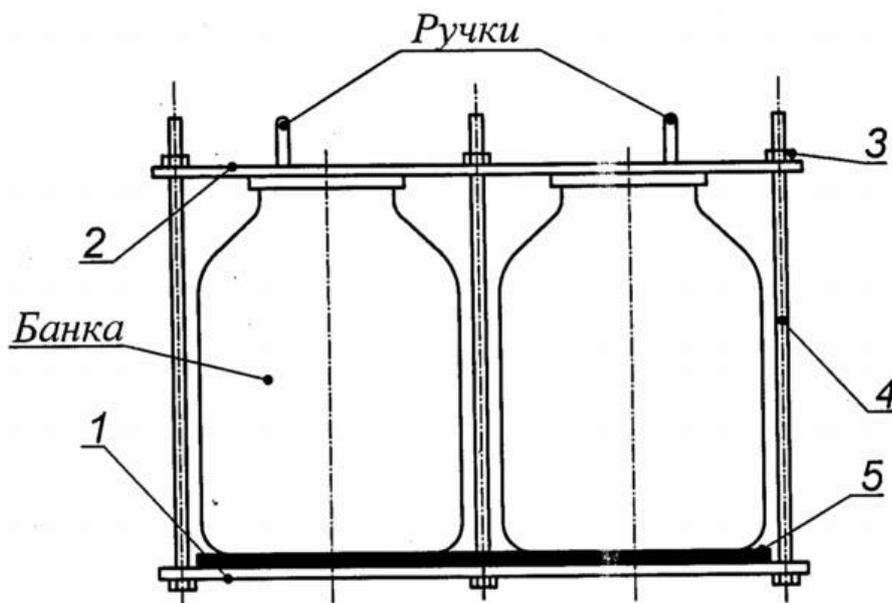

Рисунок 2: Кассета
7. Смонтировать банки в кассете. Установить в кассету подготовленное количество банок с закатанными продуктами согласно таблице «Вместимость автоклава» (где показана максимальная вместимость) и надежно зафиксировать банки в кассете с помощью зажимных гаек 3 (рис. 2), затягивая их крест-накрест ключом так, чтобы плотно притянуть крышку 2 к банкам с лёгким усилием.
ВНИМАНИЕ! Если Вы используете стеклянную тару с крышками марки «твист-офф» (закручивающиеся крышки), то крышку 2 (рис.2) можно не устанавливать.
При установке 0,5 л банок в два слоя, банки верхнего слоя устанавливаются непосредственно на банки нижнего слоя без резиновой прокладки 5 (рис.2). Банки должны располагаться как можно ближе к шпилькам. Банки должны иметь одинаковую высоту. Проверить надёжность крепления банок, для этого попытаться руками сдвинуть банки относительно основания и крышки кассеты. Сдвиг не допустим.